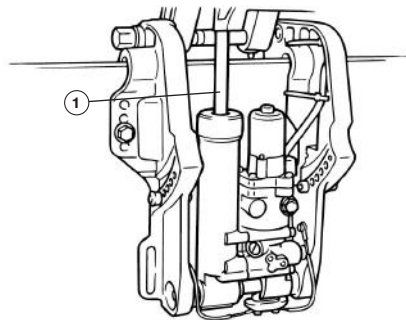

Рис. 64 Проверка системы наклона
3. Поднимите подвесной лодочный мотор вверх и убедитесь в том, что шток 1 гидравлического цилиндра системы наклона выходит полностью (Рис. 64).
4. Убедитесь в том, что на штоке 1 гидравлического цилиндра системы наклона нет следов коррозии и других дефектов (Рис. 64).